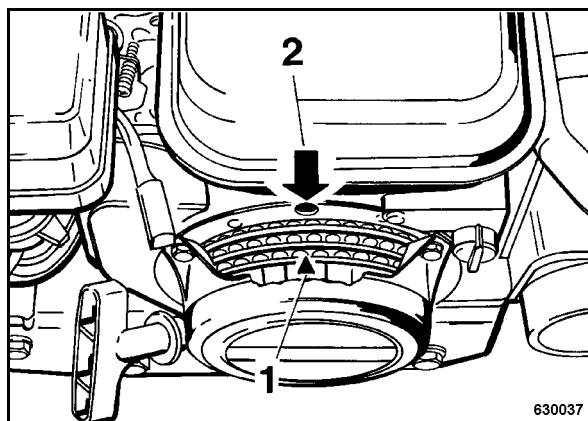

рис. 48
- Для этого выровнять треугольную отметку (1) (рис. 48) шкива стартера по верхнему отверстию (2).